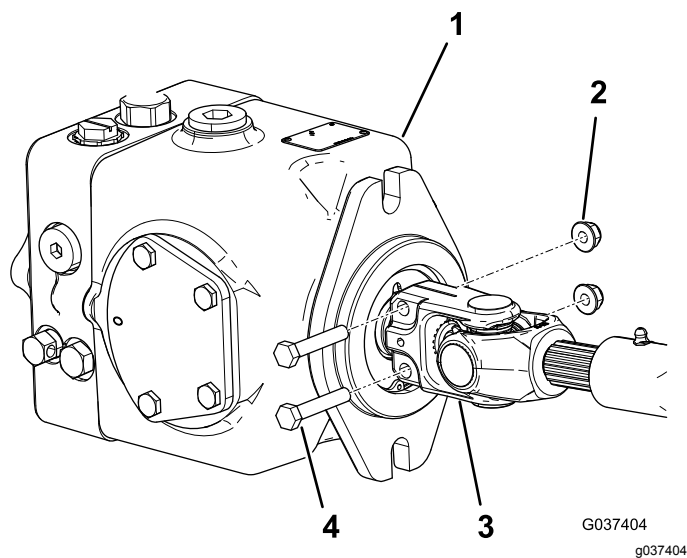

Figure 2
4. Retirez les 2 écrous à embase qui fixent la petite extrémité de l'arbre de transmission existant à la pompe hydraulique (Figure 2).
13. Vissez légèrement les boulons et les écrous à embase existants dans les trous de la petite extrémité de l'arbre de transmission (Figure 2).
14. Montez la petite extrémité de l'arbre de transmission sur l'arbre de la pompe hydraulique et serrez les écrous à embase pour bloquer l'installation (Figure 2).